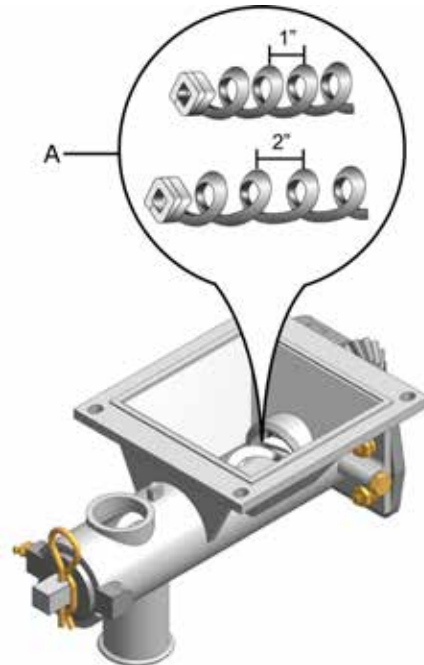

fig. 15
A distribuição do adubo é realizada através da caixa dosadora do adubo, por meio da rosca sem-fim (A) (fig. 15).